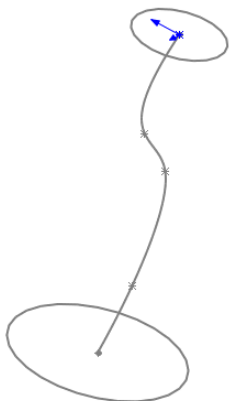
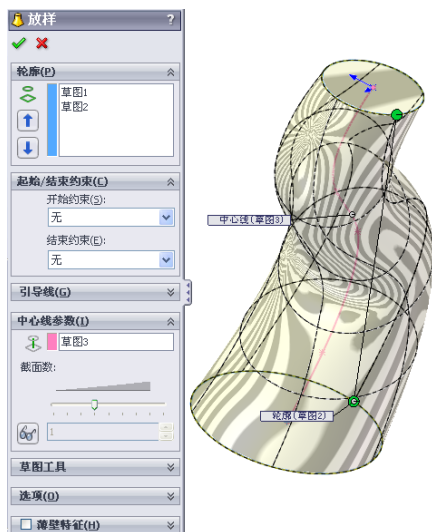

图 5-74 绘制草图
图 5-75 “放样”属性管理器
- (1) 利用“草图绘制”命令，绘制如图 5-74 所示的草图，注意三个草图在不同的平面上。
- (2) 单击“特征”工具栏中的 （放样凸台/基体）按钮，或选择菜单栏中的“插入”→“凸台”→“放样”命令。如果要生成切除特征，则选择菜单栏中的“插入”→“切除”→“放样”命令。
- (3) 弹出“放样”属性管理器，单击每个轮廓上相应的点，按顺序选择空间轮廓和其他轮廓的面，此时被选择轮廓显示在“轮廓”选项组中。
- (4) 单击 （上移）按钮或 （下移）按钮，改变轮廓的顺序，此项只针对两个以上轮廓的放样特征。
- (5) 在“中心线参数”选项组中单击 （中心线框）按钮，然后在图形区中选择中心线，此时在图形区中将显示随着中心线变化的放样特征，如图 5-75 所示。